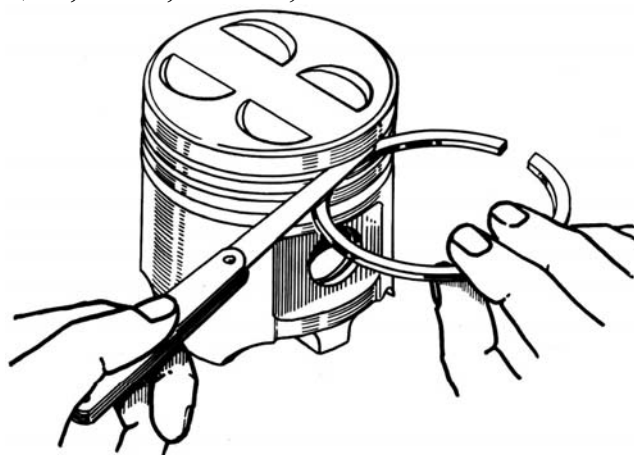

Рис. 3.1.66. Проверка бокового зазора между поршневым кольцом и канавкой в поршне
– шупом проверить боковой зазор между кольцами и стенкой поршневой канавки (рис. 3.1.66). Проверку производить по окружности поршня в нескольких точках. Величина бокового зазора должна быть: для верхнего и нижнего компрессионных колец в пределах 0,060-0,097 мм, для чугунного маслосъемного кольца 0,045-0,080 мм;